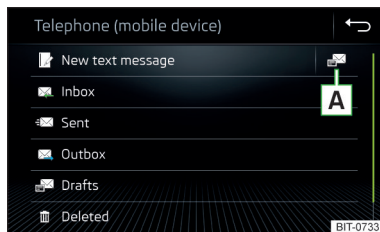

Fig. 157
- En el menú principal *Teléfono* pulse la superficie funcional , se visualiza el menú principal para mensajes de texto » fig. 157.
- Pulsar en el menú principal de los mensajes de texto la superficie funcional » fig. 157 de la pág. 138.